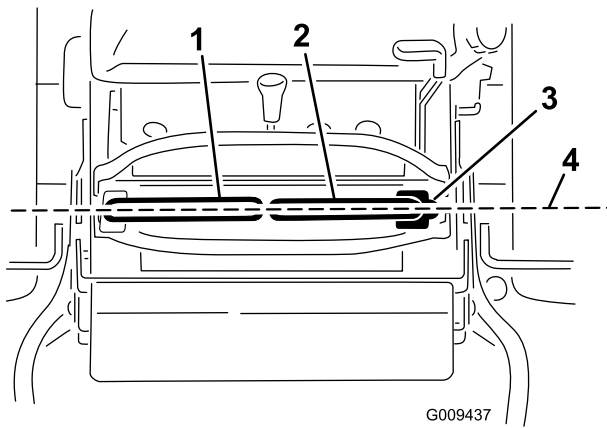

図 71
重要 Eコントロール・レバーの調整が終わったあとは、試運転を行なって走行状態を確認してください。コントロール・レバーの前後整列調整も、同じ手順で行ないます（図 71）。
1. まず最初に水平調整を行い、その後に前後調整を行うようにしてください（図 71）。